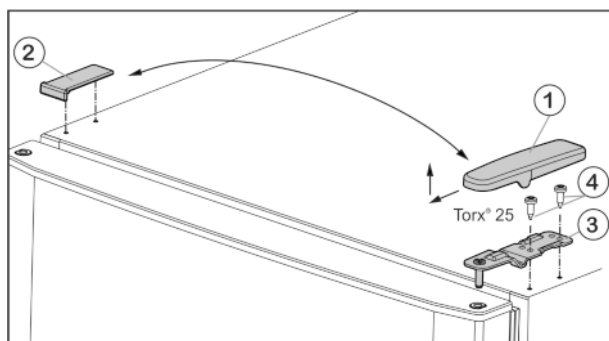

Fig. 5
- Kryt Fig. 5 (1) stáhněte dopředu a nahoru.
- Kryt Fig. 5 (2) zvedněte.
- Horní stojan ložiska Fig. 5 (3) odšroubujte (2 krát Torx® 25) Fig. 5 (4) a stáhněte nahoru.
- ▶ Horní stojan ložiska Fig. 5 (3) vložte na nové straně závěsu do dvířek.
- ▶ Horní stojan ložiska **pevně přišroubujte (4 Nm)** (2krát Torx® 25) Fig. 5 (4). Popřípadě použijte akumulátorový šroubovák.
- ▶ Kryt Fig. 5 (1) na opačné straně zvenčí nasadíte a nechte zaklapnout.
- ▶ Kryt Fig. 5 (2) vždy na opačné straně shora nasadíte a nechte zaklapnout.